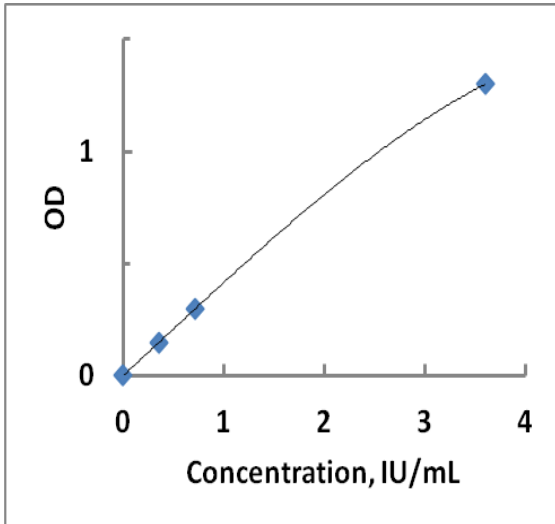
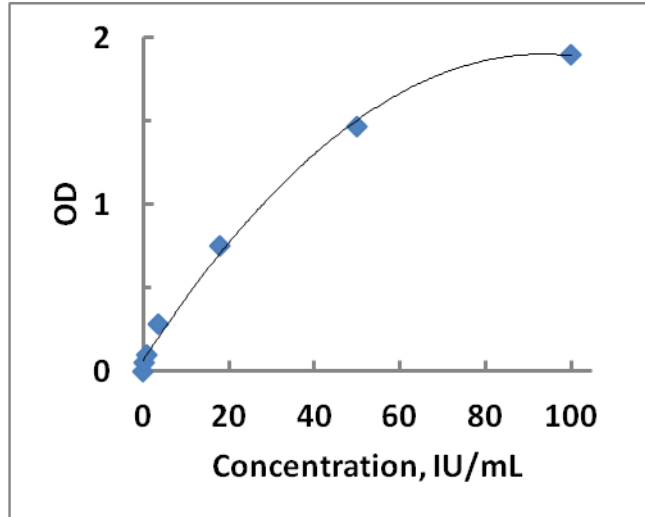

Abb. 2A. Typische Standardkurve bei 450 nm
Abb. 2B. Typische Standardkurve bei 405 nm
Für die Standardkurve #1 (siehe Abb. 2A) verwenden Sie die Messergebnisse für die Kalibratoren 0...3 bei einer Wellenlänge von 450 nm; für die Eichkurve #2 (siehe Abb. 2B), verwenden Sie die Messergebnisse für die Kalibratoren 0...6 bei einer Wellenlänge von 405 nm.
- Verwenden Sie die Standardkurve #1 (siehe Abb. 2A), wenn die Proben-OD (bei 450 nm) kleiner oder gleich Cal 3 ist;
- Verwenden Sie die Standardkurve #2 (siehe Abb. 2B), wenn die Proben-OD (bei 450 nm) größer Cal 3 ist.